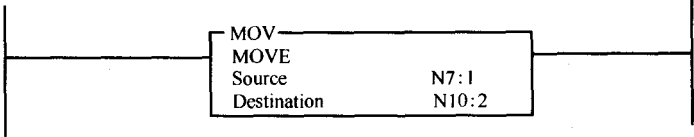

图 12-33 使用 MOVE 指令来写入 PLC-5 整型控制块的设定值
4) 在用户程序中，控制块的字和位都必须用数字标出地址。例如，如果程序需要修改过程的设定值，程序员需要知道设定值是存储在控制块的第三个数据字中（N10：2，假如控制块从 N10：0 开始）。图 12-33 告诉我们如何在执行 PID 指令之前写新的设定值到整型控制块中。PLC-5 的 PID 整型控制块的结构如图 12-34 所示。